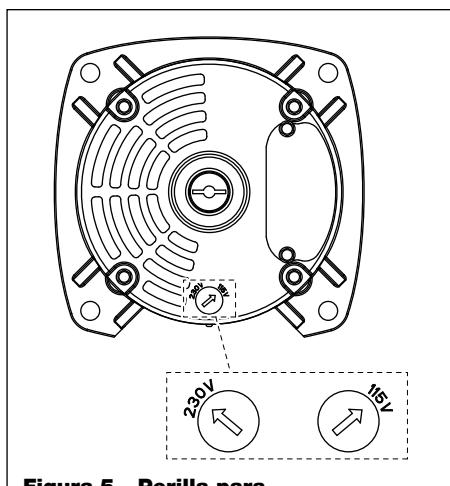

Figura 5 - Perilla para Seleccionar el
5. Chequée el voltaje indicado en la placa del motor y cerciórese de que el voltaje de la corriente eléctrica sea el adecuado (consulte la figura 5 en la
El voltaje de la fuente de suministro eléctrico debe ser similar al de la bomba. Los modelos WLS75, WLS100 y WLS150 le ofrecen un sistema de voltaje doble y vienen de fábrica para funcionar a 230 voltios. Para conectarlas a circuitos de 115 voltios simplemente gire la perilla al voltaje deseado (Vea la Figura 5). Use una pinza (alicate) de punta afilada para halar la perilla aproximadamente un 6,4 mm (1/4"), gírela y colóquela en su posición correcta. **NOTA: El modelo WLS200 no se puede modificar; esta bomba sólo funciona con 230 voltios.**